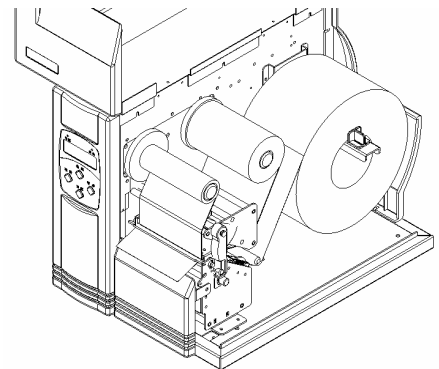

图2.5
- 1) 如图2.5所示，将色带装入色带发放轴上，并使其紧靠色带发放轴左端面；